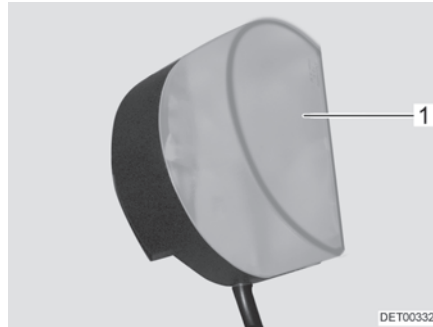

Fig. 192 Lámpara del armario ropero
- Comprimir ligeramente la cubierta de la luz (Fig. 192,1) y retirarla.